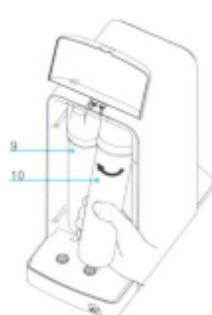

Bild 7
5.2.1 Austausch des Aktivkohlefilterelements (Bild 7)
5.2.2. Austausch des Umkehrosmose-Filterelements (Bild 7)